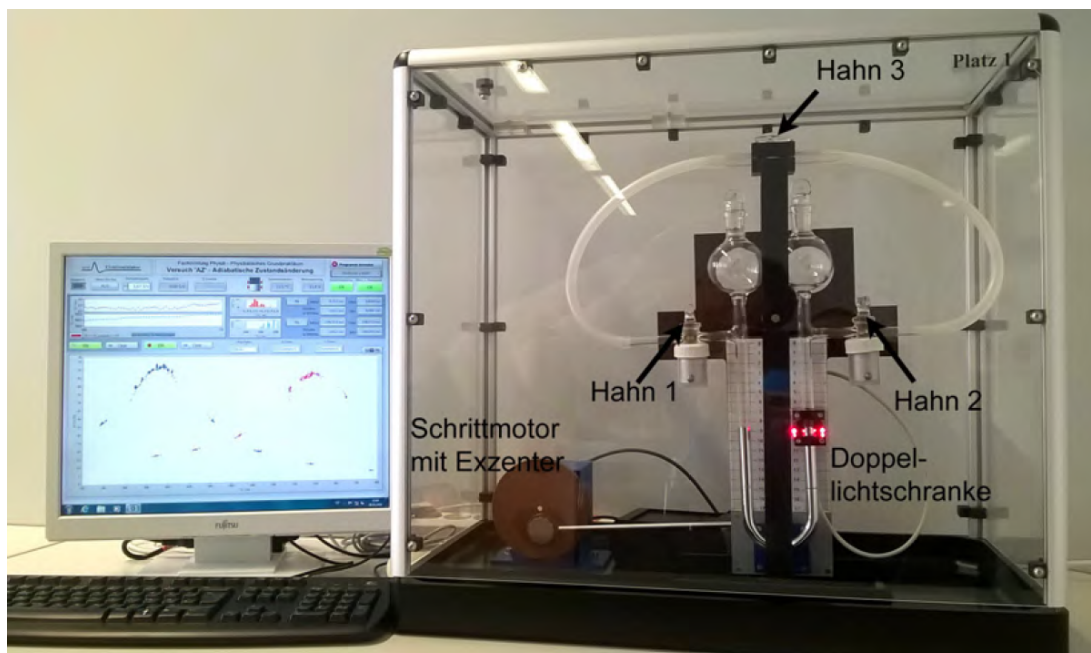

Abb. 1: Kompletter Versuchsaufbau der Schwingenden Quecksilbersäule
2. Die Frequenz wird mit der Drehzahlfeinregelung (Helipot mit 10 Umdrehungen) des Getriebemotors sehr genau eingestellt. Siehe Abbildung 1